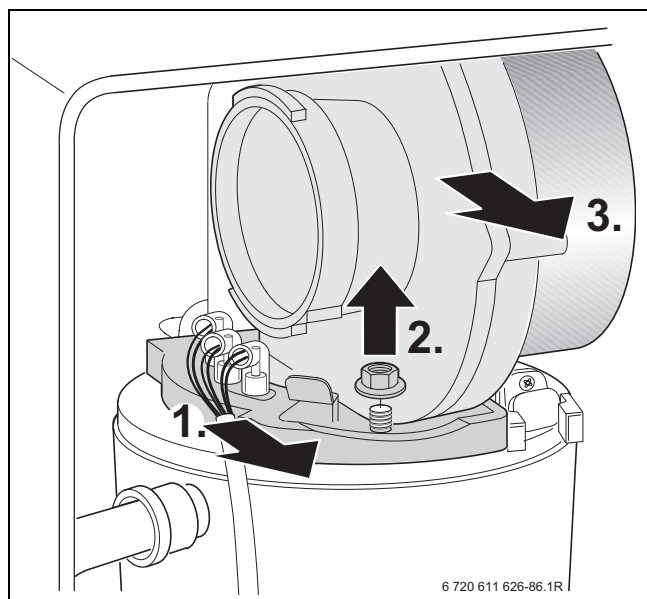

Fig. 56
- Estrarre il cavo degli elettrodi di accensione e di controllo (→ fig. 56).